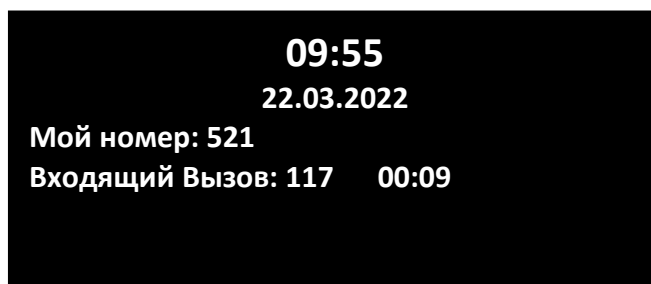

Рисунок 14 – Входящий вызов
2.5.3.4 При поступлении вызова подсвечивается функциональная клавиша, соответствующая вызываемому абоненту, а на дисплее отобразится информация о входящем вызове: номер вызывающего абонента и длительность вызова (см. рисунок 14). Для ответа на вызов следует нажать на соответствующую функциональную клавишу.